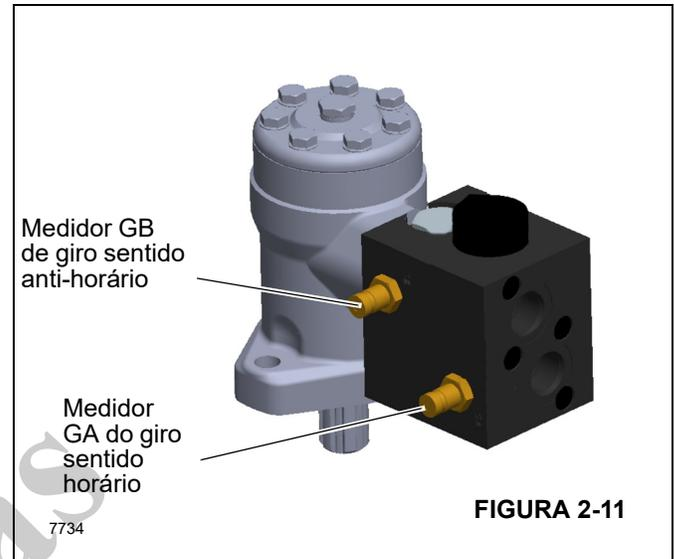

FIGURA 2-11
- a. Instale um manômetro de mínimo de 345 bar (5000 psi) na entrada do manômetro GA ou GB no coletor do motor hidráulico (Figura 2-11).